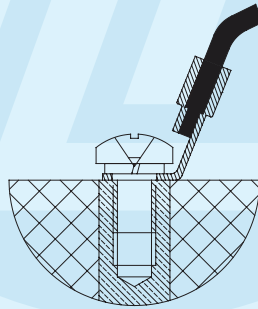

图8、端子连接方式
- 11、打开接线盒，用扳手拧开电缆引入装置的压紧螺母，将电缆线与接线盒中接线端子牢固相连接，确认无误后盖上接线盒上盖，并拧紧紧固螺丝端子接线应牢靠，应按图8所示的方法，用弯头夹住电线。电动装置使用的动力线电缆必须有地线，并与接线盘上的接地端子相接。引入电缆直径规格见表5。接好线后应装好压紧密封圈，密封圈的邵氏硬度应为45~55度，损伤及老化的应及时更换。